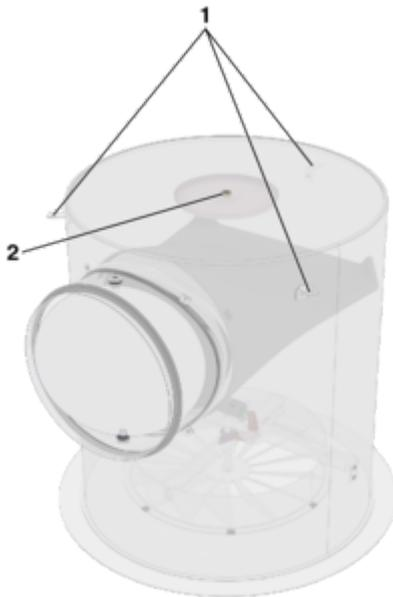

Abb. 2: RFD-V Befestigungsmöglichkeiten
1. ▶ Abhängungen, wie z.B. Seile oder Aufhänger (bauseits) an der Decke befestigen, den Dralldurchlass mittels Aufhängelaschen (Abb. 2/1) aufhängen.
2. ▶ Gewindestange (M8, bauseits) an der Decke befestigen, den Dralldurchlass mittels unverlierbarer Mutter (Abb. 2/2) an der Gewindestange befestigen.